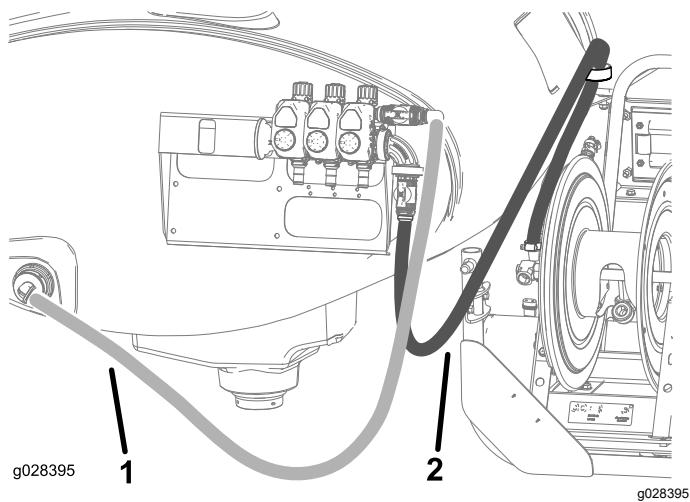

Рисунок 22
15. Проложите шланг подачи на шланговый барабан, как показано на Рисунок 22, и подсоедините его к шланговому барабану с помощью шлангового хомута.